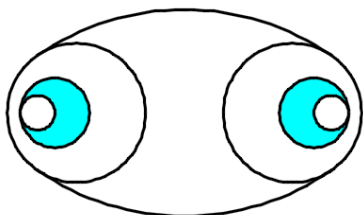

图 9-6 原始图形
- 1 打开“写块操作演练.dwg”文件，该文件中的原始图形如图 9-6 所示。